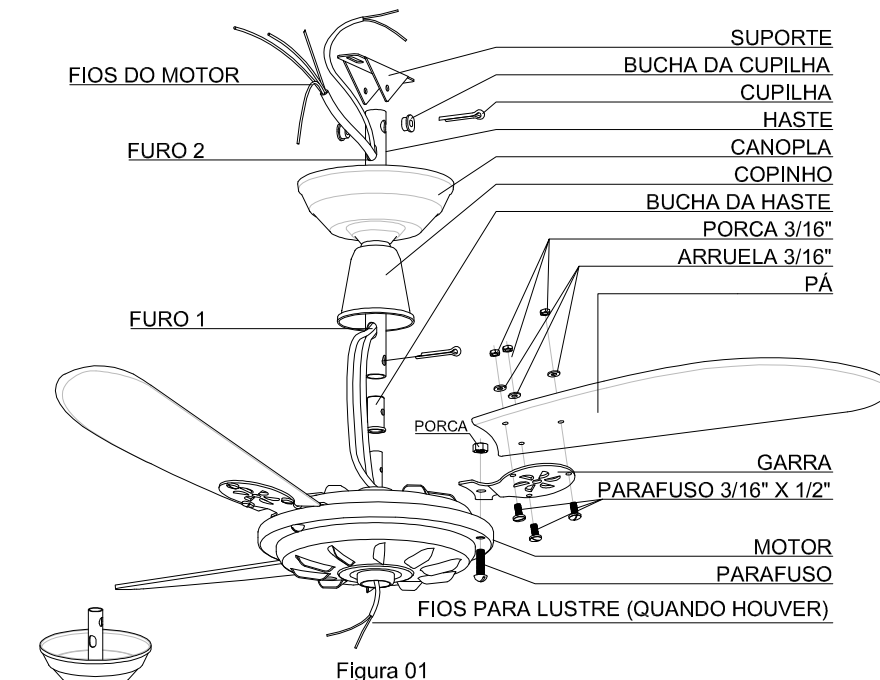
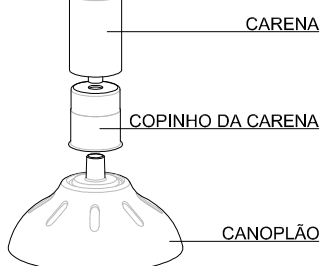

Figura 01
Figura 02
- Encaixe as peças de acabamento na haste de acordo com o modelo adquirido (Figura 01 ou Figura 02), passe o fio do motor e o do lustre (para os modelos com lustre) entrando FURO 1 (DETALHE E) da haste e saindo no FURO 2 (DETALHE F).
- 3.3 - Passe o cabo de luz pelo furo do niple, saindo junto com o fio do motor, após isso, passar pelo FURO 1 da haste até sair no FURO 2 (Figura 01).